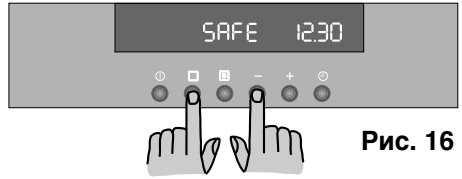

Рис. 16
- Одновременно нажмите кнопки  и  и удержите их в течение не менее 3 секунд. При этом будет слышен кратковременный звуковой сигнал, а на дисплее появится слово 'SAFE' (Рис. 16).